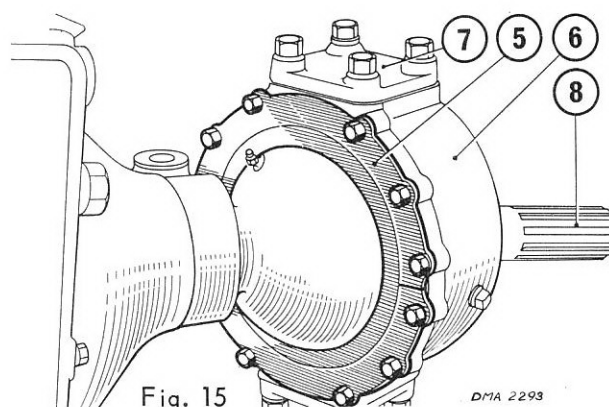

Fig. 15
- 5 - Démonter les demi-caches ; les joints feutre et le second joint (fig. 15).